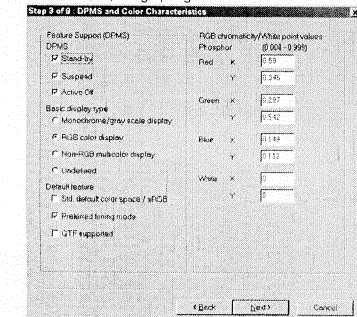

Fig. 16
- Click Next, bring up Fig. 16.